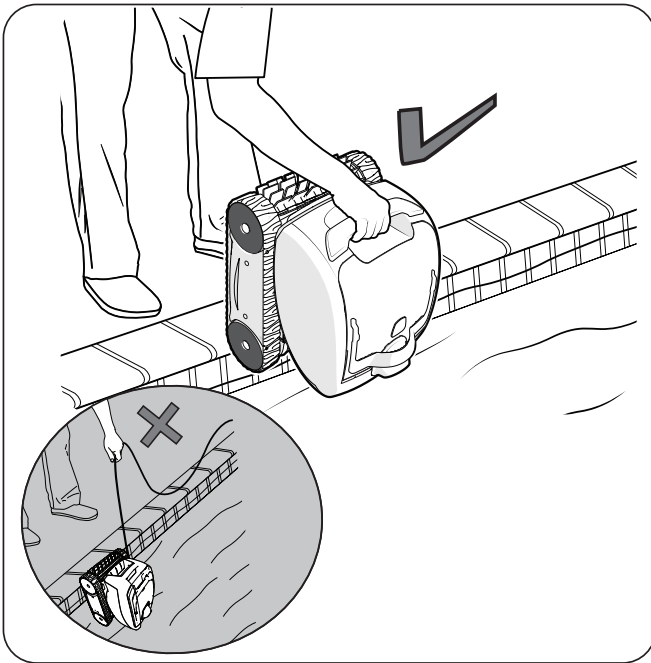

Figura 7. Elevar el limpiador de la piscina con la manija
- Use la manija para levantar el limpiador del agua (Figura 7). Nunca retire el limpiador de la piscina tomándolo del cable flotante.